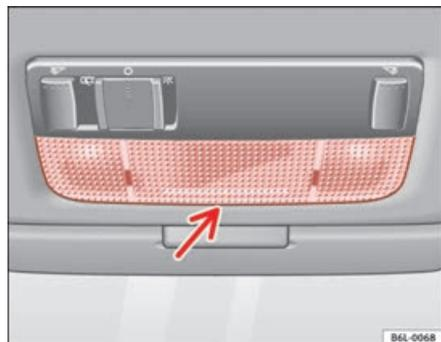

Fig. 168 Spot dianteiro de leitura
- Introduza uma chave de fendas fina, com a parte plana, entre a carcaça e o vidro ⇒ fig. 168.